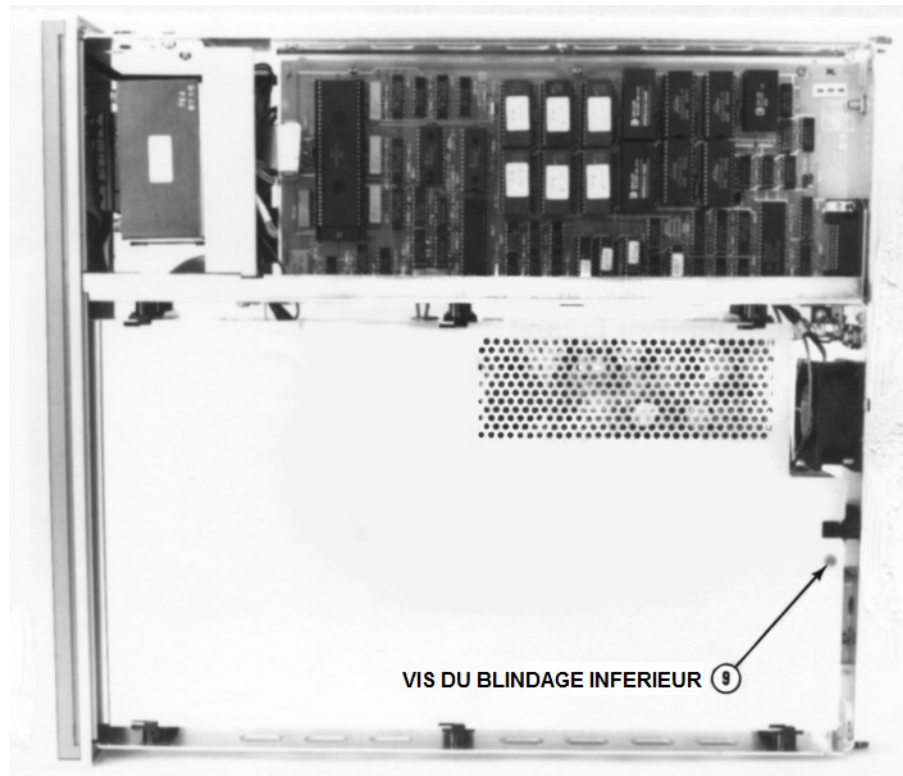

Figure C-7 Face supérieure du 3458A
- 1** Référez-vous à la **figure C-7**. Retournez l'instrument de façon à ce que sa face inférieure repose sur votre établi.
- 4** Référez-vous à la figure C-7. Remplacez le blindage. Alignez les encoches du blindage sur les arrêts puis poussez le blindage vers l'avant de l'instrument jusqu'à ce que les trous des vis soient dans l'alignement de celui du châssis. Réinstallez le blindage à l'aide d'un tournevis Torx #TX10.